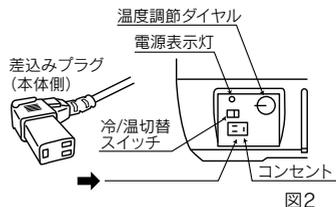

図2
1. 電源コードの差し込みプラグ (本体側) を冷/温蔵庫のコンセントに差し込んでください。(図2)